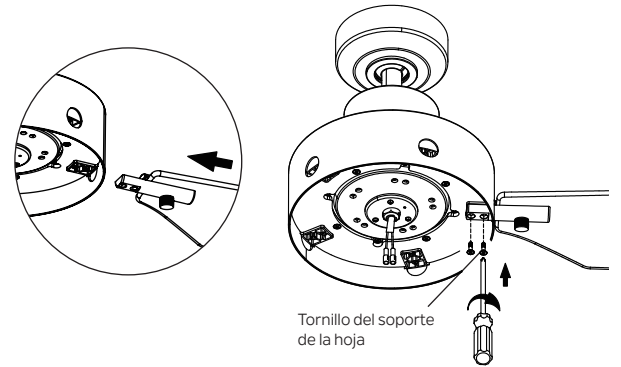

Figura 19
Paso 2. Asegure los soportes de las aspas al motor usando los tornillos para soportes de las aspas como se muestra. (Figura 19)